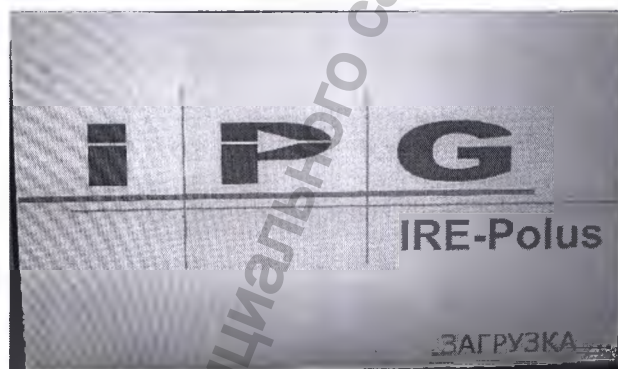

Рисунок 6
5.9.3 Вставить ключ в гнездо выключателя и повернуть его по часовой стрелке, через 1с включится дисплей появится экран загрузки с логотипом НТО «ИРЭ-Полус» (см.рис. 6).